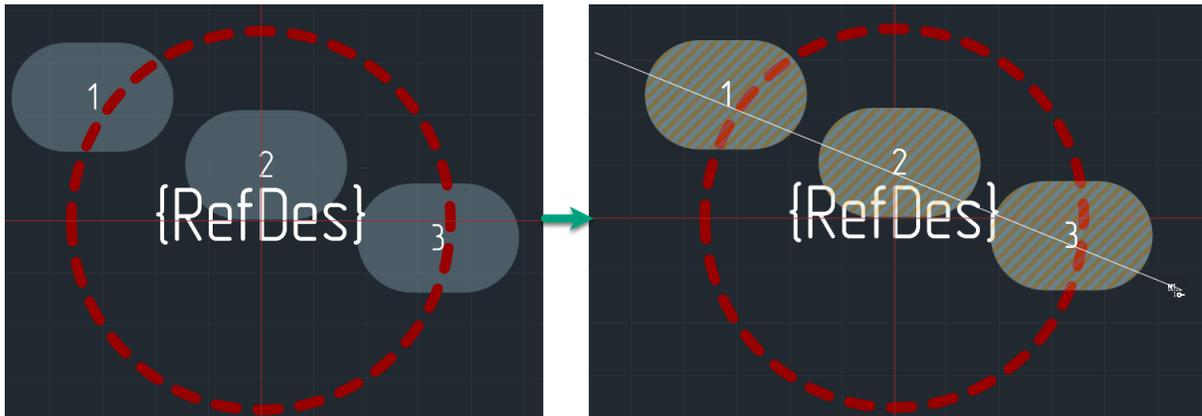

Рис. 147 Линия перенумерации
2. Переместите курсор в рабочую область и задайте линию перенумерации: для этого в выбранной точке нажмите левую кнопку мыши и переместите курсор в другую точку, между ними отобразится линия, см. Рис. 147.